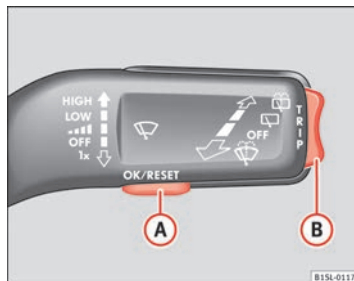

Fig. 11 Levier d'essuie-glace : touche (A) pour confirmer les points d'indication et touche à bascule (B) pour modifier les points d'indication.
⑥ **Bouton de réglage de l'horloge.**
- Si nécessaire, changez l'indication de l'heure en appuyant pour cela sur la partie supérieure ou inférieure de la touche à bascule ⇒ fig. 11 (B).
- Si un message ou le pictogramme du véhicule s'affiche, appuyez sur la touche **OK/RESET** (⇒ fig. 11 (A)).
- Appuyez sur la partie supérieure ou inférieure de la touche à bascule (B) jusqu'à ce que le point d'indication souhaité apparaisse.